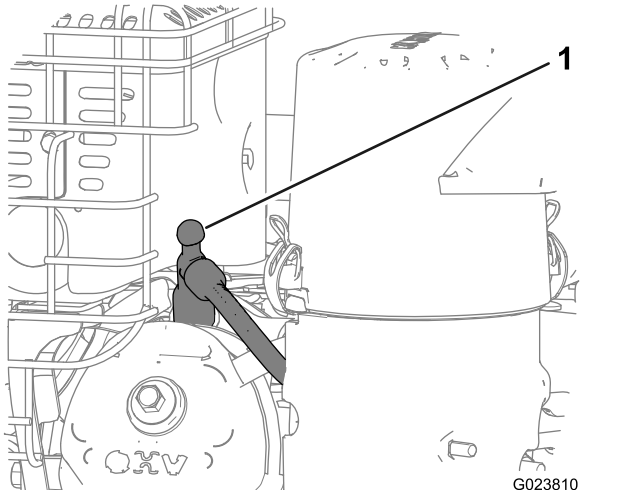

Bild 19
3. Ziehen Sie den Zündkerzenstecker ab und halten diesen von der Zündkerze fern, um ein versehentliches Anlassen zu vermeiden (Bild 19).
1. Ziehen Sie den Zündkerzenstecker vom Sockel der Zündkerze ab (Bild 19).